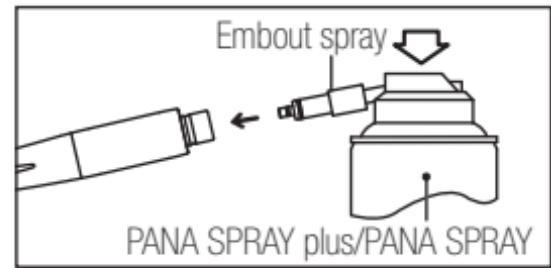

Fig. 8
- 1) Insérez l'embout du spray dans le raccord prévu à cet effet. (Fig. 8)